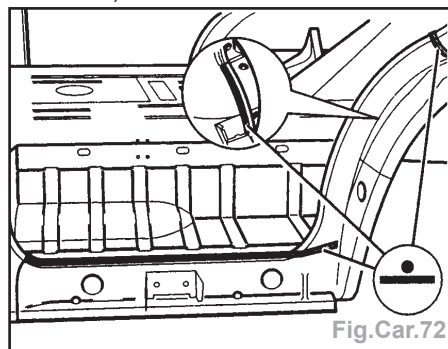

Fig.Car.72
- le coude à la pointeuse électrique (Fig.Car.72).